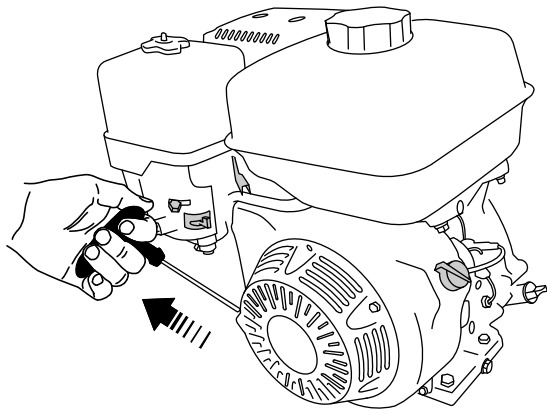

**Figure 36**
5. Placez la commande du moteur en position MARCHÉ (Figure 36).